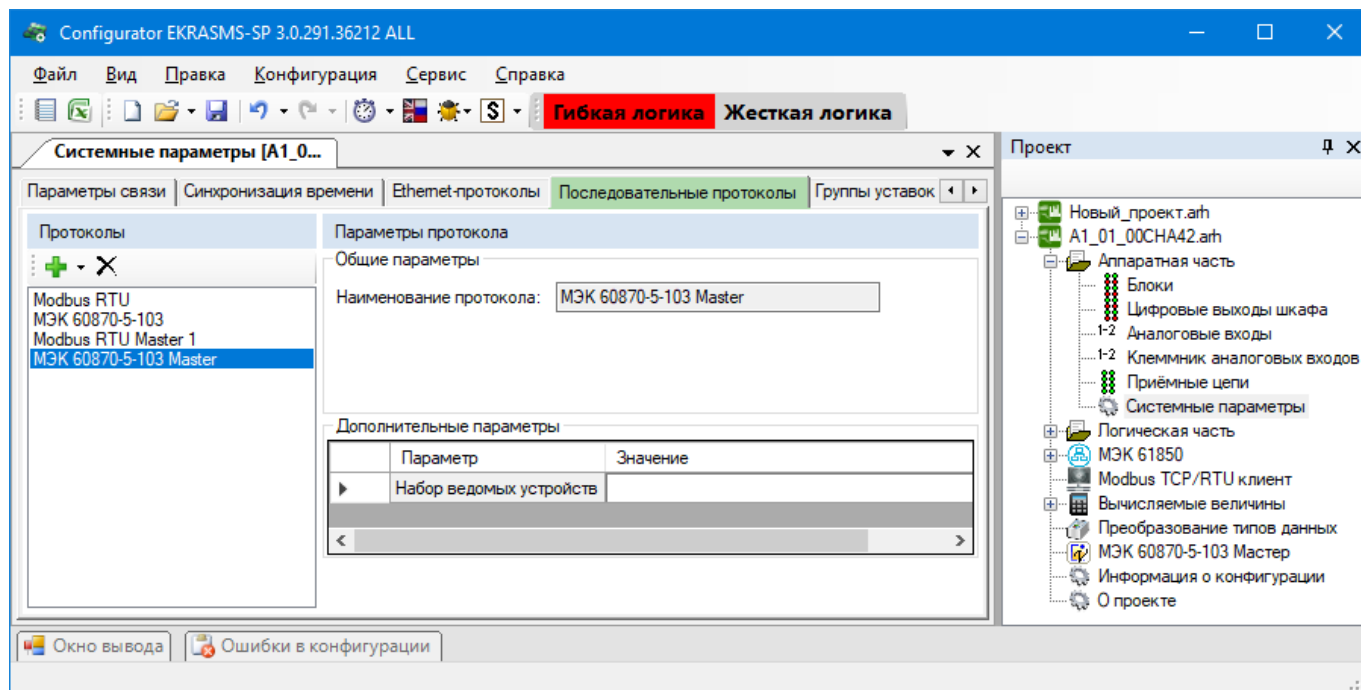

Рисунок 4.71
Индекс клиента	Номер клиента из «ModbusClients» (0 по умолчанию). Параметр нередактируемый напрямую. Значение устанавливается путем выбора одного из значений в таблице «Параметры клиента Modbus TCP» (см. рисунок 4.71)
4.5.6.4.2 Дополнительные параметры протокола МЭК 60870-5-103 Master (см. рисунок 4.71)